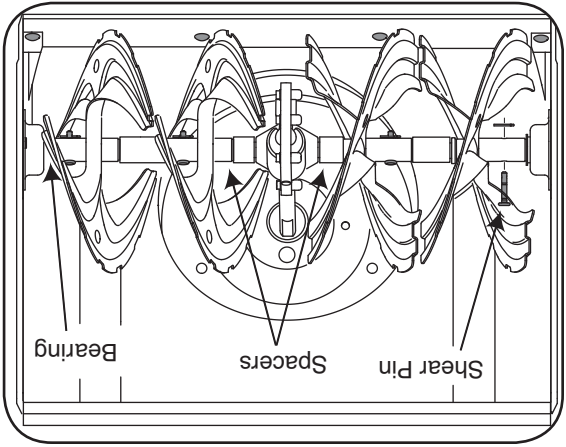

Figure 6-2
Enlevez les goupilles de cisaillement sur l'arbre de la tarière, au moins une fois par saison. Vaporisez un lubrifiant à l'intérieur de l'arbre et autour des entretoises. Lubrifiez aussi les roulements à bride trouvés à chaque extrémité de l'arbre de la tarière. Voir la Figure 6-2.
- Deux goupilles de cisaillement et deux goupille fendue maintiennent les tarières sur l'arbre de la tarière. Les goupilles sont sensés de peut être cisailier si la souffluse heurte un objet ou un bloc de glace. Voir la Figure 6-2.